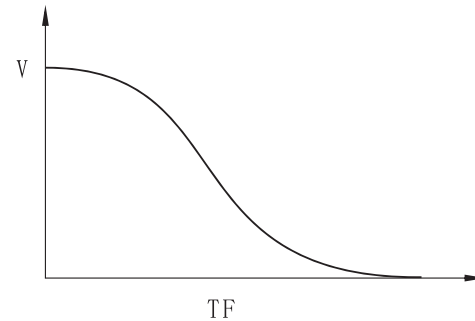

图12-6-1
- ① 代码F2不设为0时,为软停机模式。图12-6-1为软停车模式的输出电流波形。TF由代码F2设置软停时间。在这种停机模式下,电动机的供电由旁路接触器切换到软起动器的晶闸管输出,软起动器的输出电压由全压可是逐渐减小,使电机转速平稳降低,以避免机械震荡,直到电动机停止运行。软停机时的输出截止电压等同于起动时的起始电压。
- ② 软停机模式可减少和消除水泵类负载的喘振。软停机模式可用代码FF设定软停限流值,减少软停时的大电流冲击,主要此软停限流值是在起动限流基础上计算的百分比。